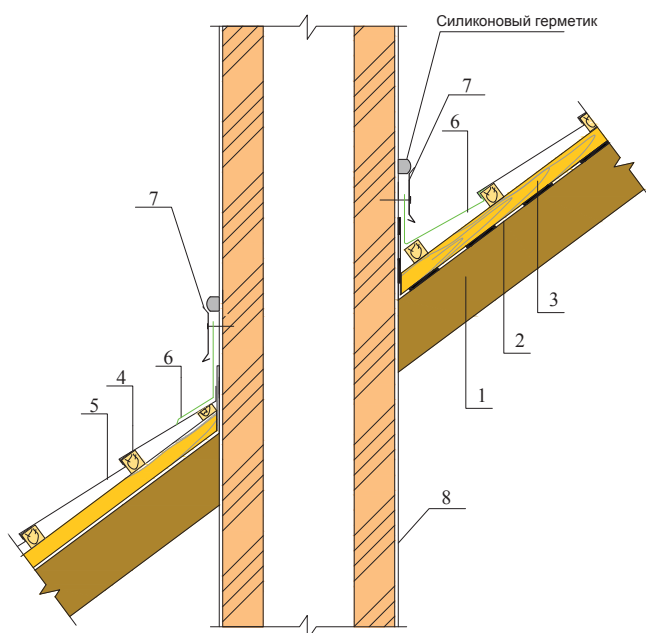

Рис. 22
4.8.3. Из плоского листа Decra® по месту монтажа выкраивают фасонные элементы высотой не менее 150 мм. Фасонные элементы механически крепят к стене/кирпичной трубе и закрывают универсальной планкой примыкания, верхний отгиб которой заполняют герметиком (см. рис. 22).